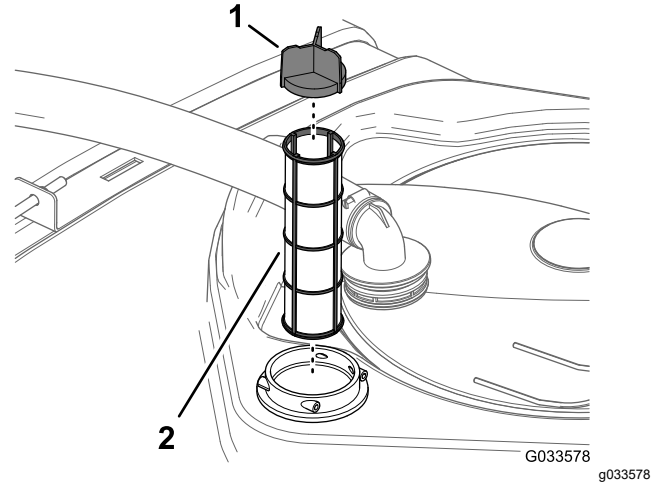

Figura 110
4. Retire el filtro de aspiración usado del alojamiento del filtro del depósito (Figura 110).